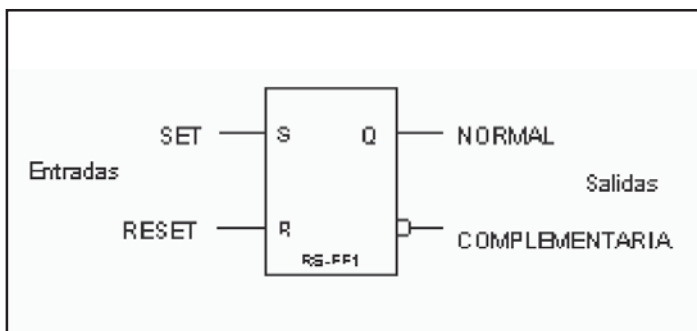

Figura 1
El flip-flop básico se denomina flip-flop RS. El símbolo lógico correspondiente se muestra en la figura 1. Como podemos ver, este símbolo lógico nos muestra dos entradas etiquetadas con (S) set y (R)reset. De forma distinta a como ocurre con las compuertas lógicas, los flip-flop poseen salidas complementarias, denominadas Q y Q' . La salida Q se considera la salida "normal", mientras que la Q' , no es mas que la complementaria de Q, y por eso se denomina salida complementaria; por lo tanto si $Q=1$, entonces $Q'=0$ y viceversa.